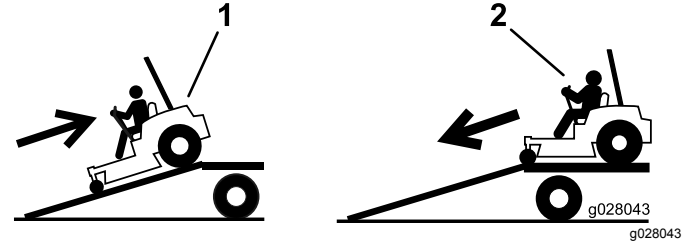

Figure 38
2. Descendez la rampe en marche avant (Figure 38).